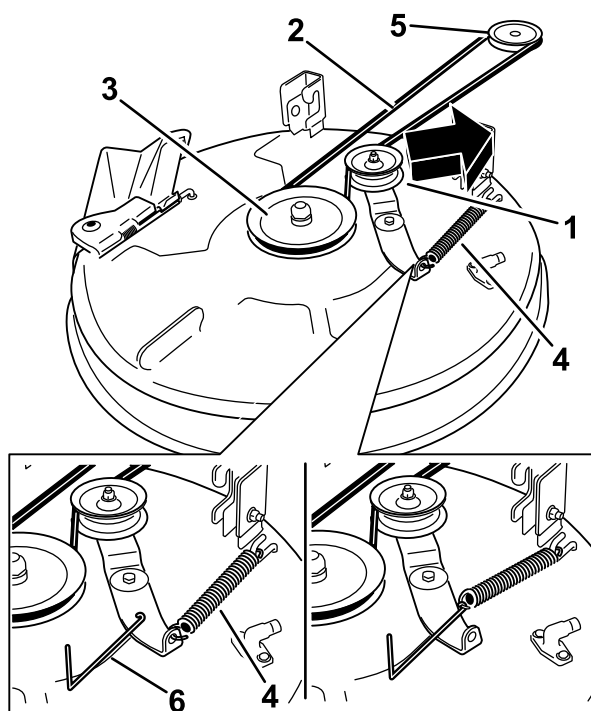
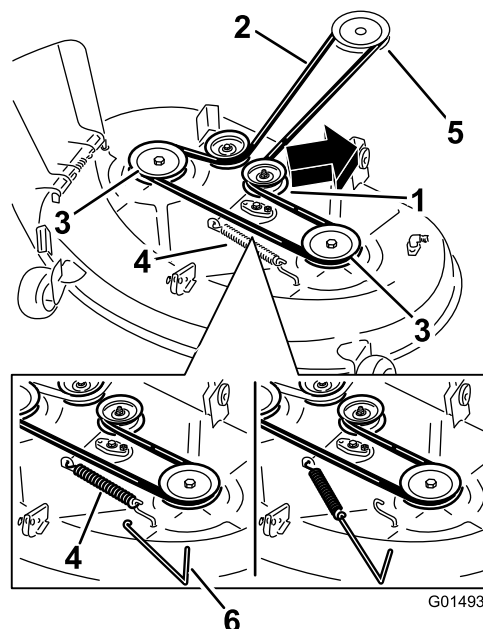

Bild 68
Bild 69
6. Entfernen Sie die Spannscheibenfeder mit einem Werkzeug zur Federentfernung (Toro Bestellnummer 92-5771) vom Mähwerkhaken, um die Spannung von der Spannscheibe zu nehmen, und rollen Sie den Riemen von den Spannscheiben (Bild 68 und Bild 69).
7. Verlegen Sie den neuen Riemen um die Motor- und Mähwerkriemenscheiben (Bild 68 und Bild 69).
8. Setzen Sie die Spannscheibenfeder mit einem Werkzeug zur Federentfernung (Toro Bestellnummer 92-5771) auf den Mähwerkhaken, um die Spannscheibe und den Mähwerkriemen zu spannen (Bild 68 und Bild 69).